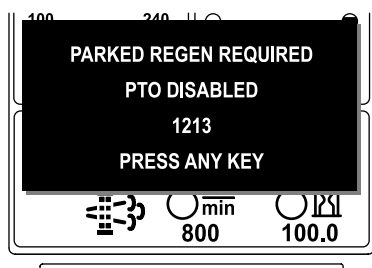

Figure 50
- Si vous n'exécutez pas de régénération en stationnement dans un délai de 2 heures, l'InfoCenter affiche ADVISORY #1213 (avis n° 189) s'affiche pour demander une régénération en stationnement – prise de force désactivée (Figure 50).